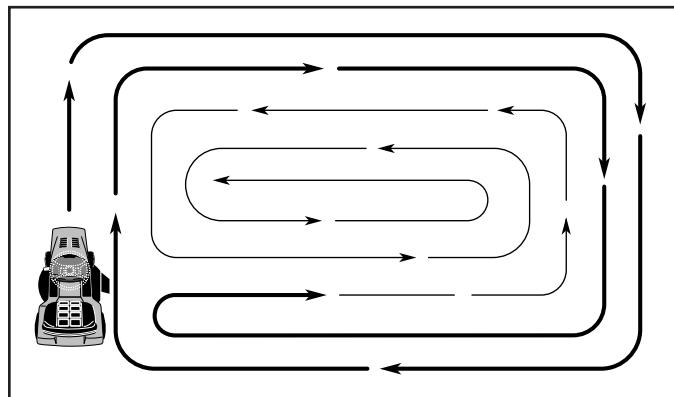

Fig. 24
- Al segar las áreas grandes, empiece girando a la derecha de modo que los recortes se descarguen, alejándose de los arbustos, cercos, entradas de automóviles, etc. Despues de una o dos vueltas, siegue en la dirección opuesta, haciendo virajes a la izquierda, hasta que termine (Vea Fig 24).